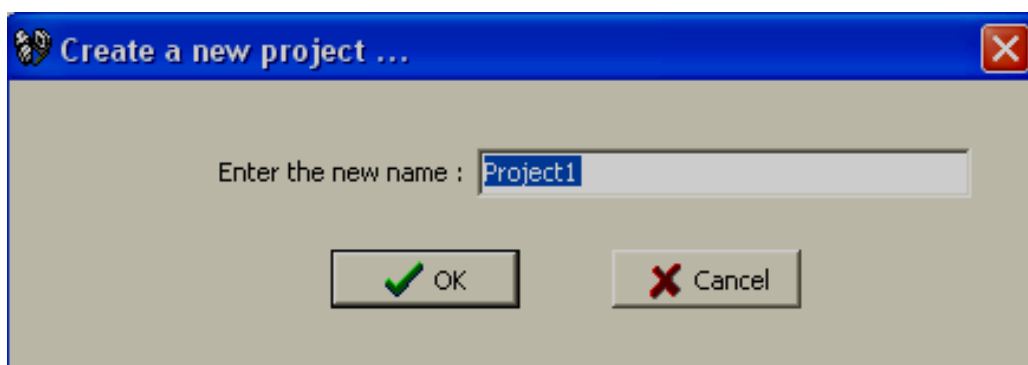

Рисунок 97
- 5) Создайте новый проект и сконфигурируйте монитор для отображения данных на ПК (рисунок 97)